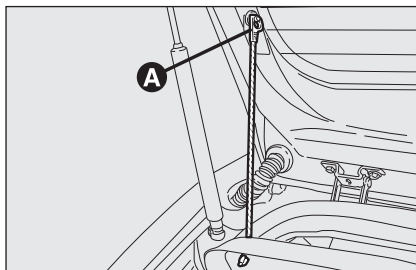
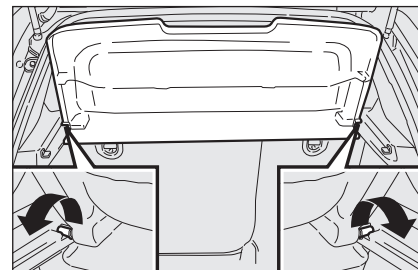

fig. 86
fig. 87
**AVVERTENZA** Nel caso in cui dopo l'abbattimento completo del sedile posteriore ci fosse la necessità di asportare la capPELLIERA posizionarla come indicato in **fig. 86**.
Volendo togliere la cappelliera per ampliare il vano bagagli: liberare le estremità superiori **A**-fig. 86 dei due tiranti sfilando gli occhielli dai perni, sganciare e ruotare la cappelliera nella propria sede e svincolare i due perni **fig. 87** dalle sedi laterali.